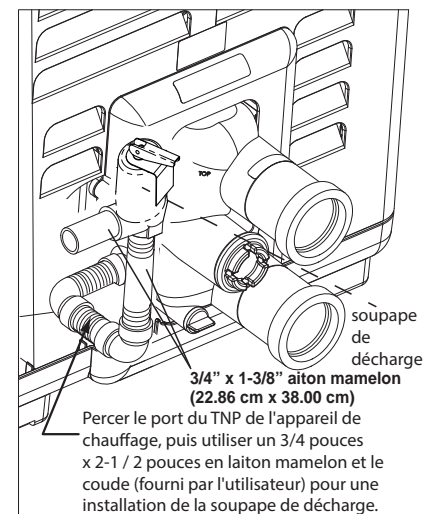

Figure 34.
Une soupape de surpression doit être installée à la verticale. Pour installer la vanne, utiliser un raccord en cuivre ¾ de pouce. x 3,50 pouces. au niveau du collecteur, deux (2) coude et du mamelon (fourni), tel qu'illustré dans la Figure 34. Il est interdit de placer une soupape entre l'adaptateur du collecteur et la soupape de surpression. **REMARQUE : Utiliser dur Bande adhésive d'étanchéité pour tous les raccords de tuyau.**